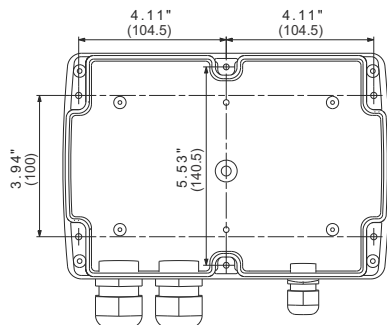

Fig. 1 Dimensions
Le boîtier comporte six orifices de montage (Ø4). Voir fig. 1. Les dimensions sont en mm.
- Horizontalement pour permettre, le cas échéant, à l'eau de condensation de s'échapper. Voir fig. 1.